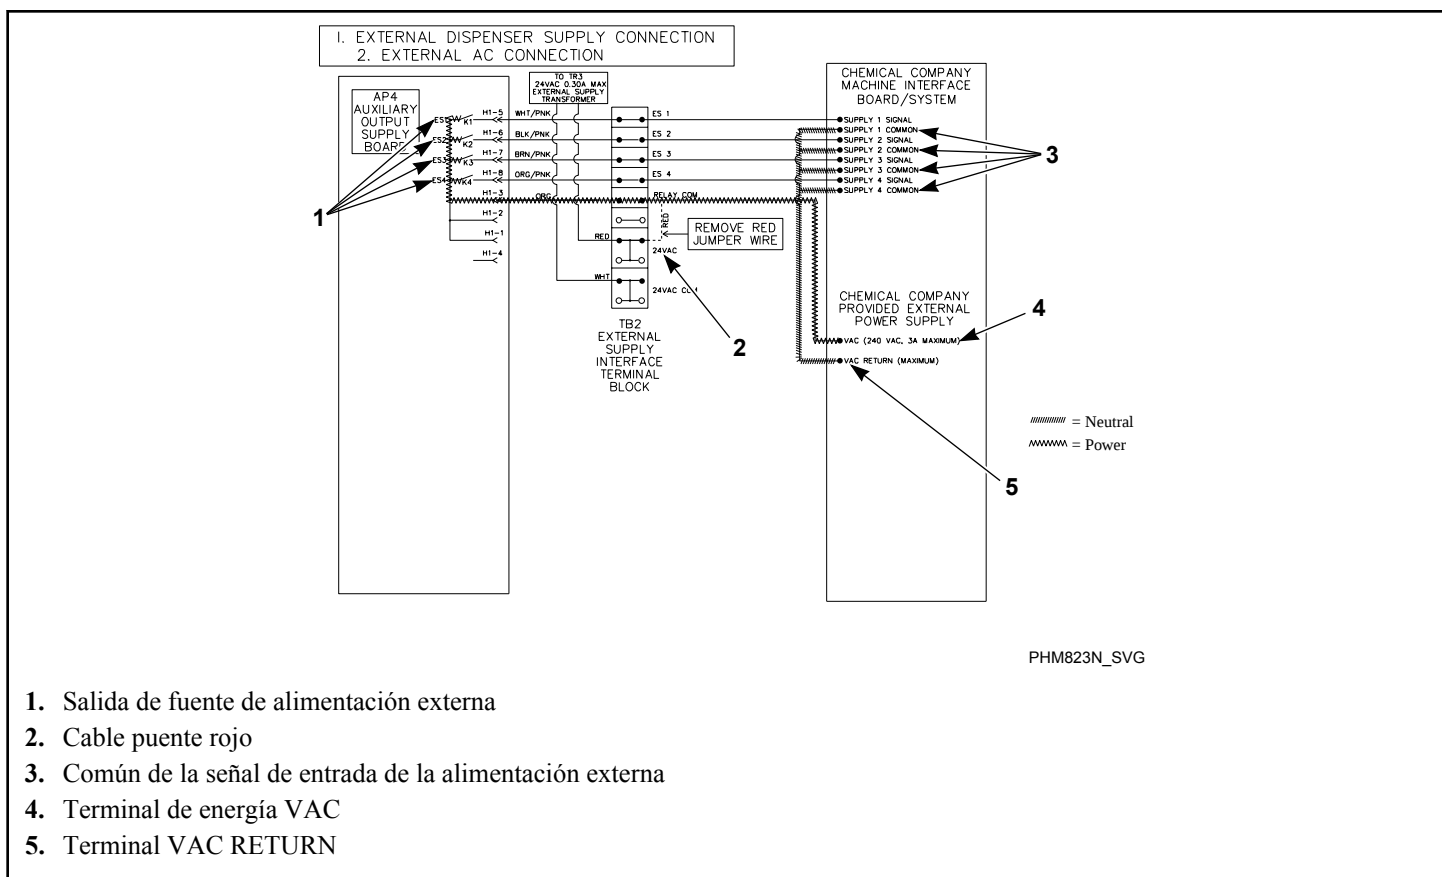

Figura 28
2. Conecte un lado de la alimentación externa a "RELAY COM" y el otro al común de las señales de entrada del dispensador externo. Referirse a *Figura 28*.